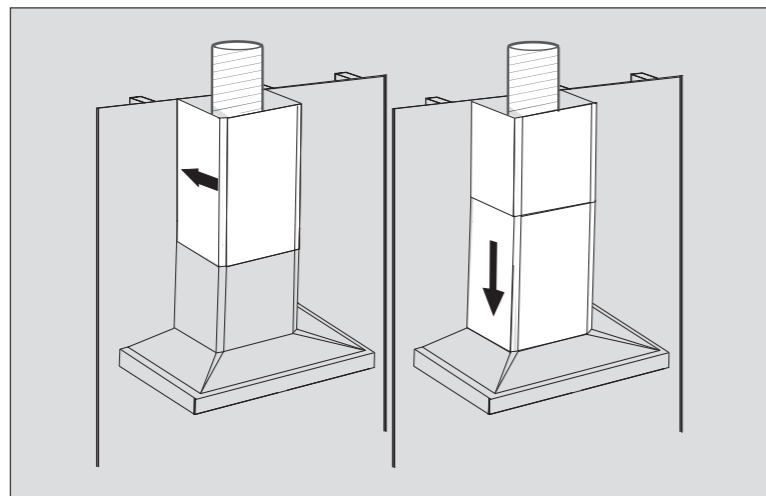

图4
(1) 双手紧握蝶翼板前侧, 把蝶翼板后侧的左右挂钩, 放入集烟罩的左右挂钩架内;
(2) 双手托住蝶翼板, 使其往上旋转, 蝶翼板旋转同时往里推, 最后使蝶翼板上的碰爪刚好插入集烟罩上的碰扣内。
9. 风机外罩、装饰罩安装(如图4所示):